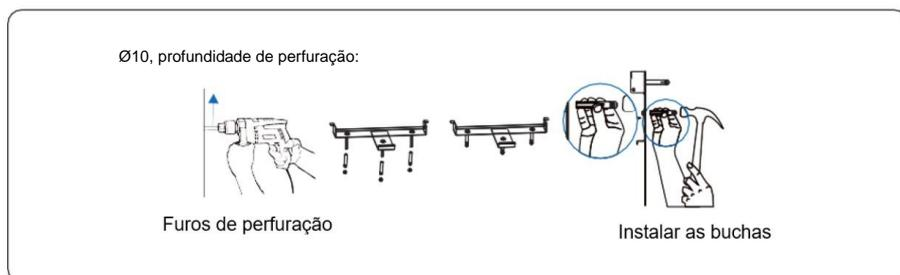

Figura 4.12 Faça furos e instale a expansão (unidade: mm)
Passo 4 Faça furos usando uma furadeira e instale as buchas, conforme mostrado na Figura 4.12.